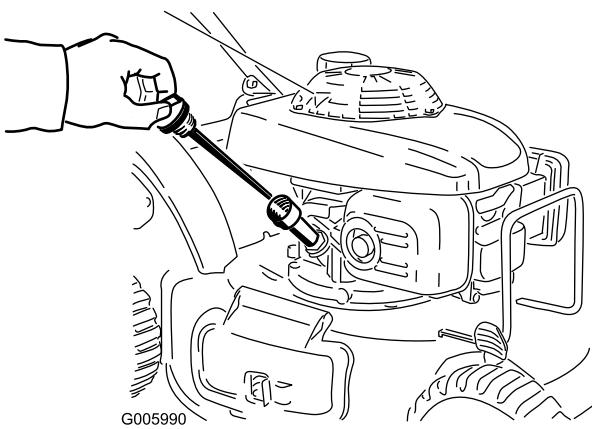

Figure 12
1. Retirez la jauge (Figure 12).
- Versez de l'huile **avec précaution** dans le tube de remplissage d'huile, en vérifiant régulièrement le niveau sur la jauge, jusqu'à ce que la jauge indique que le moteur est plein, comme indiqué à la Figure 12.